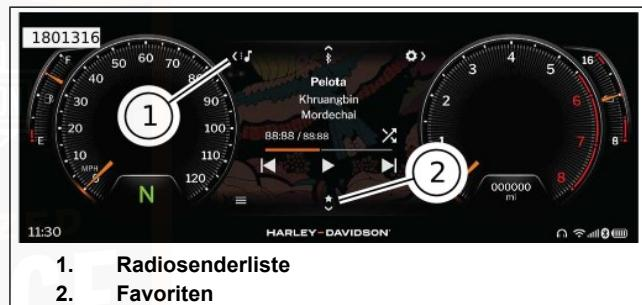

Abbildung 73. Senderliste und Favoriten
Siehe Abbildung 73. Eine Liste der verfügbaren Sender kann durch Auswahl des Symbols „Senderliste“ (1) angezeigt werden.
2. Siehe Abbildung 73. Auf dem Bildschirm „Favoriten“ (2) antippen oder die Taste „Nach unten“ am LHCM drücken.